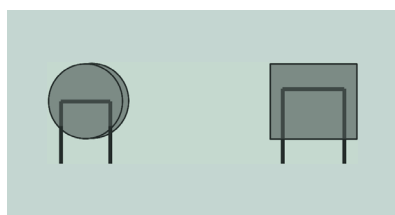

Fig. 7.3. Varistores de óxido de cinc.
- Varistores de óxido de cinc (fig. 7.3) y de carburo de silicio: este componente, llamado también VOM (varistor de óxido metálico) es una resistencia no lineal cuyo valor desciende con la tensión en sus extremos.